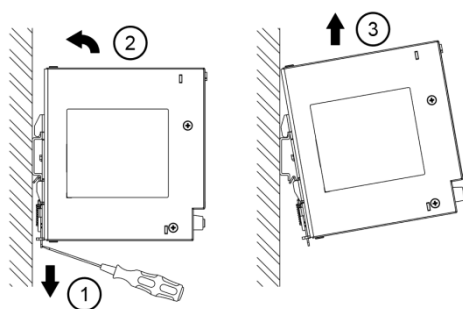

图. 7.2 拆卸
5. 拆卸时，先用螺丝刀卸下栓锁，如图 7.2 所示，然后将电源反向滑出，松开栓锁后，从导轨上取下